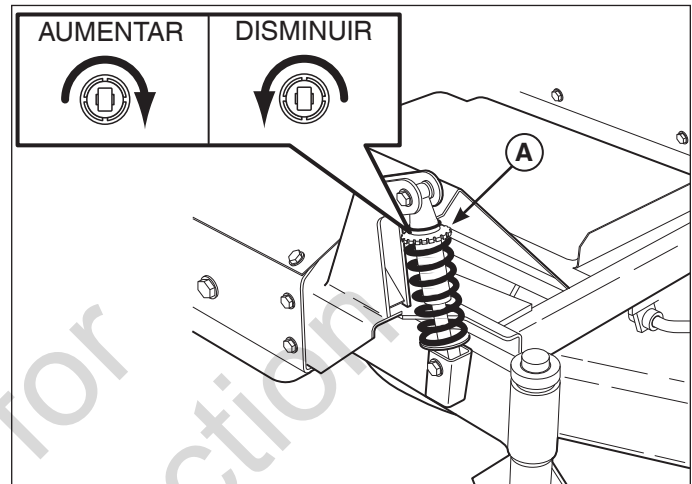

Figura 17. Ajuste de la suspensión delantera
2. Gire el collar (**A**, Figura 17) de ajuste de precarga en SENTIDO HORARIO para aumentar la precarga, y en SENTIDO CONTRAHORARIO para disminuirla. Asegúrese que los dos amortiguadores estén ajustados a la misma cantidad de precarga.